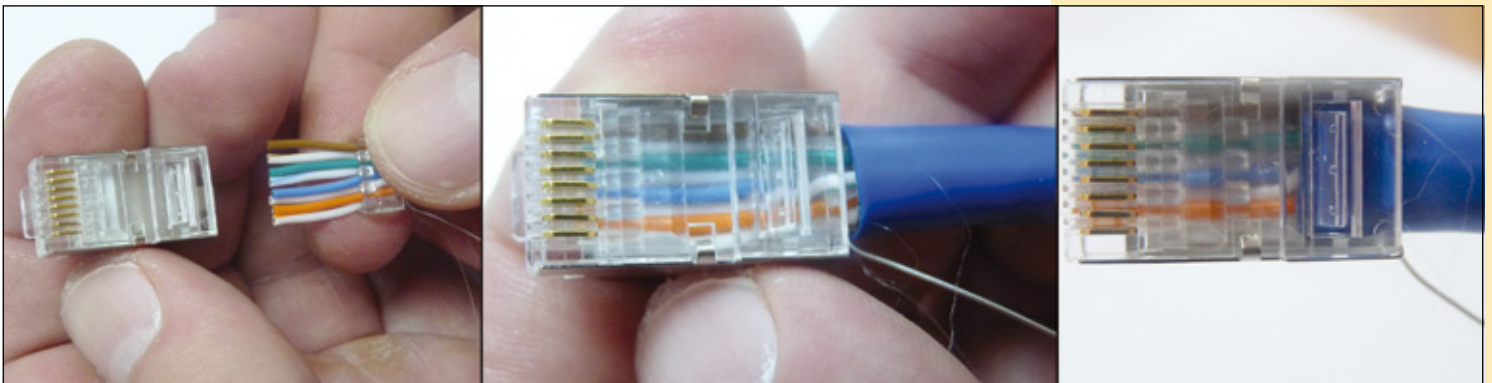

Figura 19
- 14 Inserte el cable en el **Main Body**, tal como se muestra en el grupo de imágenes de la Figura 19.